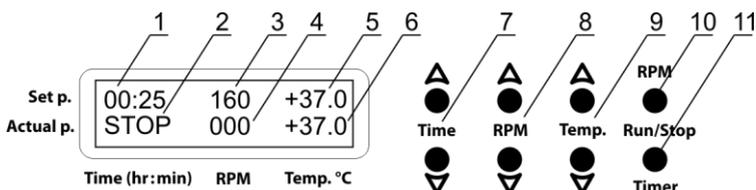

Рисунок 1. Панель управления
- 5.2. Включается дисплей прибора. В верхнем ряду отображается ранее установленное время в часах и минутах (рис. 1/1), скорость в оборотах в минуту (рис. 1/3) и температура в °C (рис. 1/5), в нижнем ряду показываются текущие значения соответствующих параметров: таймер (индикация STOP, рис. 1/2), скорость (рис. 1/4) и температура камеры (рис. 1/6), которая автоматически начинает подниматься согласно выставленной.
- 5.3.1. **Установка времени (Time).** Используя кнопки ▲ и ▼ **Time** (рис. 1/7), установите необходимый интервал работы в часах и минутах (шаг 1 мин.).
- 5.3.2. **Установка скорости (RPM/Shaker).** Используя кнопки ▲ и ▼ **RPM** (рис. 1/8), установите необходимую скорость перемешивания в оборотах в минуту (шаг 10 об/мин).
- 5.3.3. **Установка температуры (Temp.°C).** Используя кнопки ▲ и ▼ **Temp.** (рис. 1/9), установите необходимую температуру в градусах Цельсия (шаг 0,1 °C). Термостатирование камеры начинается автоматически.
**Внимание!** Термостатирование камеры может быть отключено только выставив температуру ниже 25 °C, вручную понизив её кнопкой ▼ **Temp.** (рис. 1/9) пока на дисплее в сегменте **Temp.°C** в верхнем ряду не появится индикация OFF.
- 5.4.2. Нажмите кнопку **RPM Run/Stop** (рис. 1/10, на модели **ES-20/60** кнопка подписана как **Shaker Run/Stop**). Платформа начинает движение, таймер запускает отсчёт времени, с точностью в 1 минуту.
- 5.5. **Завершение программы.** По истечению установленного времени, движение платформы прекращается и дисплей отображает мигающую индикацию STOP (рис. 1/2), сопровождая повторяющимся звуковым сигналом, пока не будет нажата кнопка **RPM** или **Shaker Run/Stop**.
- 5.6. Если продолжительность работы не установлена и таймер в верхнем ряду дисплея (рис. 1/1) показывает 00:00, при нажатии кнопки **RPM** или **Shaker Run/Stop** прибор начинает непрерывное движение. На дисплее, сегмент **Time** показывает индикацию OFF в верхнем ряду (рис. 1/1) и таймер отсчёта в нижнем ряду (рис. 1/2). Для остановки платформы, нажмите кнопку **RPM** или **Shaker Run/Stop**.
**Внимание!** По истечению установленного времени движение платформы прекращается автоматически, но термостатирование может быть отключено только выставив температуру ниже 25 °C, вручную понизив её кнопкой ▼ **Temp.** (рис. 1/9) пока на дисплее в сегменте **Temp.°C** в верхнем ряду не появится индикация OFF.
- 5.7. Таймер можно перезапустить во время работы прибора, при необходимости. Дважды нажмите кнопку **Timer Run/Stop** (рис. 1/11), первый раз для остановки, второй для перезапуска.